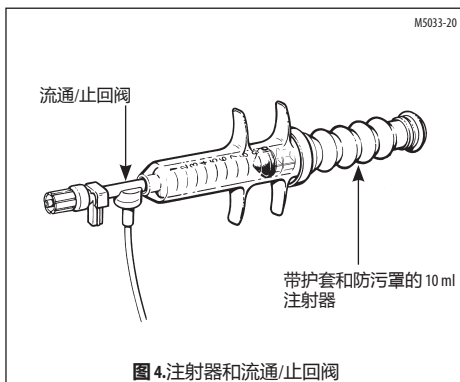

图 4.注射器和流通/止回阀
1. 将 10ml 注射器连接到流通/止回阀 (参见图 4)。小心：请勿将注射器连接到流通/止回阀的导管侧。如果从错误的一侧冲洗或加压流通/止回阀，可造成流通/止回阀损坏。注射前，如果流通/止回阀与导管之间的 3 通旋塞阀未朝向导管打开，还可发生流通/止回阀反加压无法使用。如果流通/止回阀损坏，则可能发生血液被反吸回 CO-Set+ 系统注射器。如果发生这种情况，应停止使用 CO-Set+ 系统 (注射器和流通/止回阀)，并更换此系统。